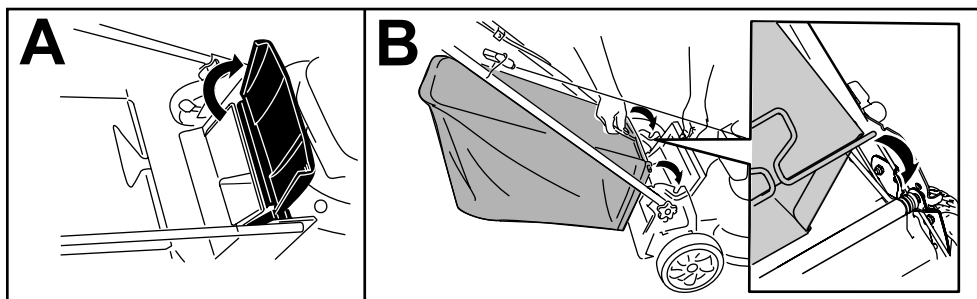

Figura 21
1. Sollevate il deflettore posteriore e tenetelo sollevato (A di Figura 21).
2. Montate il cesto di raccolta, accertandovi che i suoi perni siano inseriti nelle tacche presenti sulla stegola (B della Figura 21).